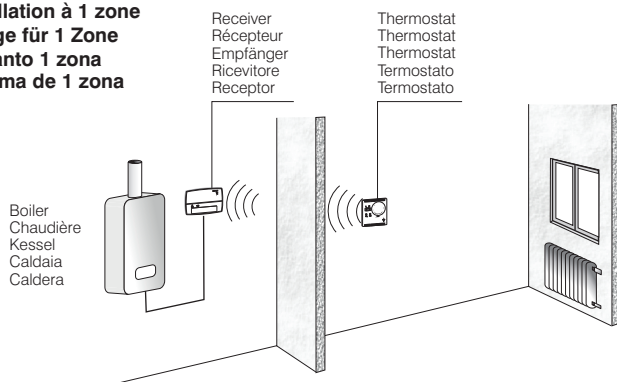

Fig. 3
A) Sistema de 1 zona (fig. 3) - compuesto por: